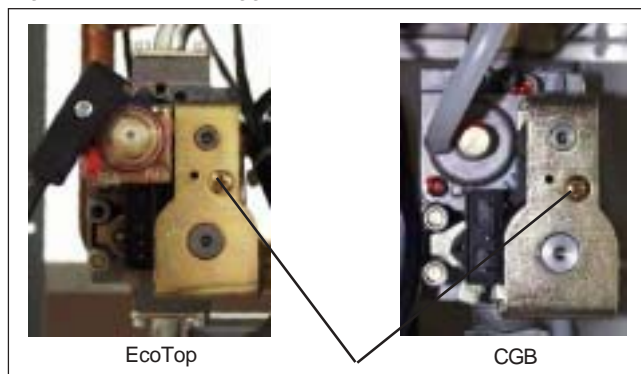

Figura 2: vite di fissaggio bobina doppia
- Togliere il trasformatore di accensione per EcoTop oppure la spina Molex per CGB dalla valvola del gas e svitare la vite di fissaggio della bobina doppia (vedi figura 2).